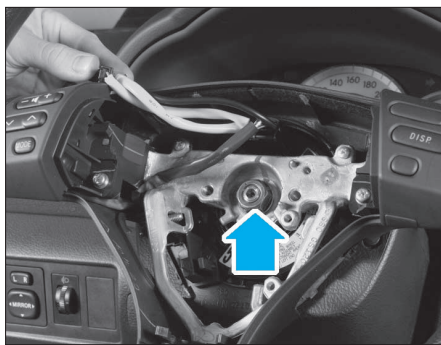

FIG. 1
- Déposer l'écrou du volant (fig. 1).